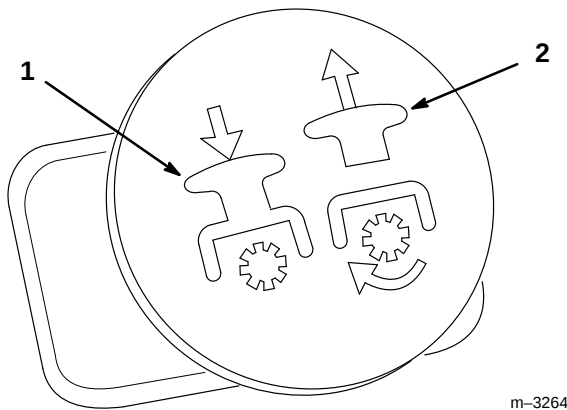

Abbildung 13
3. Den PTO-Schalter auf ON (an) ziehen (Abb. 13).